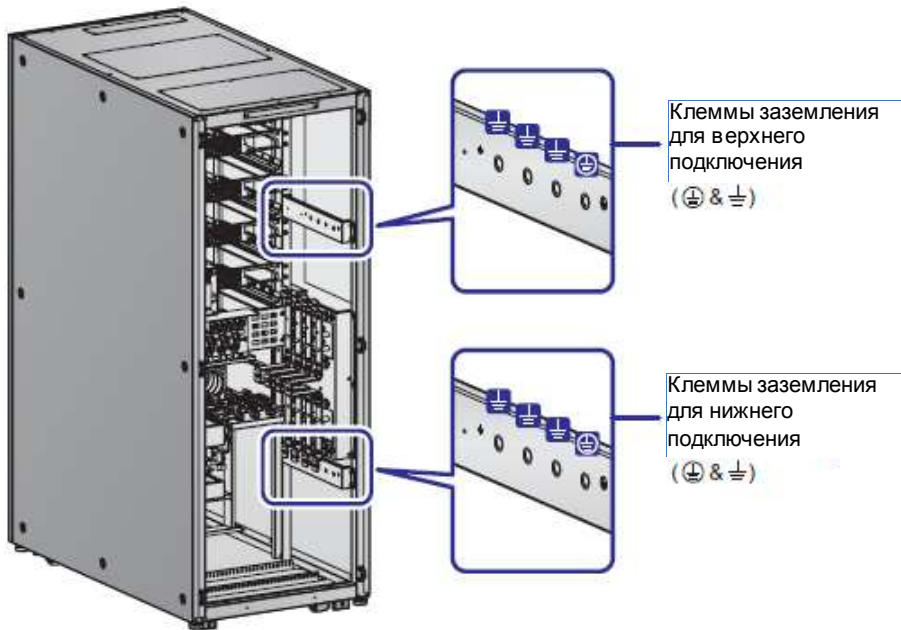

Рисунок 5-13: Клеммы заземления
- Клемма заземления ИБП (⊕) должна быть заземлена. Для проводки используйте наконечники кольцевого типа. Для определения расположения клемм заземления ИБП (⊕) см. **Рисунок 5-13**.
2. При подключении к одной линии питания ИБП не будет работать надлежащим образом, если нейтраль (N) главного источника переменного тока не будет надежно подключена к клемме нейтрали (N) на входе ИБП.